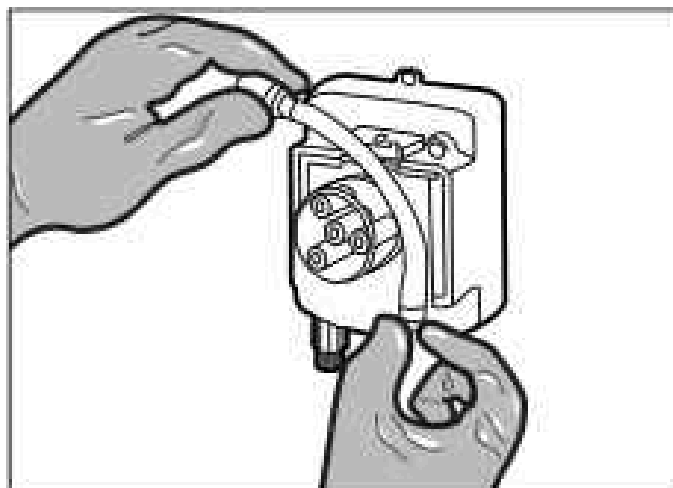

Figura 19. Extraiga el ensamblaje de rodillos
4. Libere los acoples de las ranuras para extraer el tubo. Consulte la Figura 19.